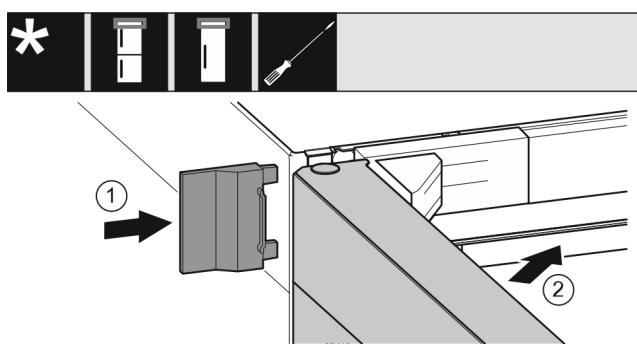

Fig. 25
- Skyv på det ytre dekselet Fig. 25 (1).
- Lukk den øvre døren Fig. 25 (2).